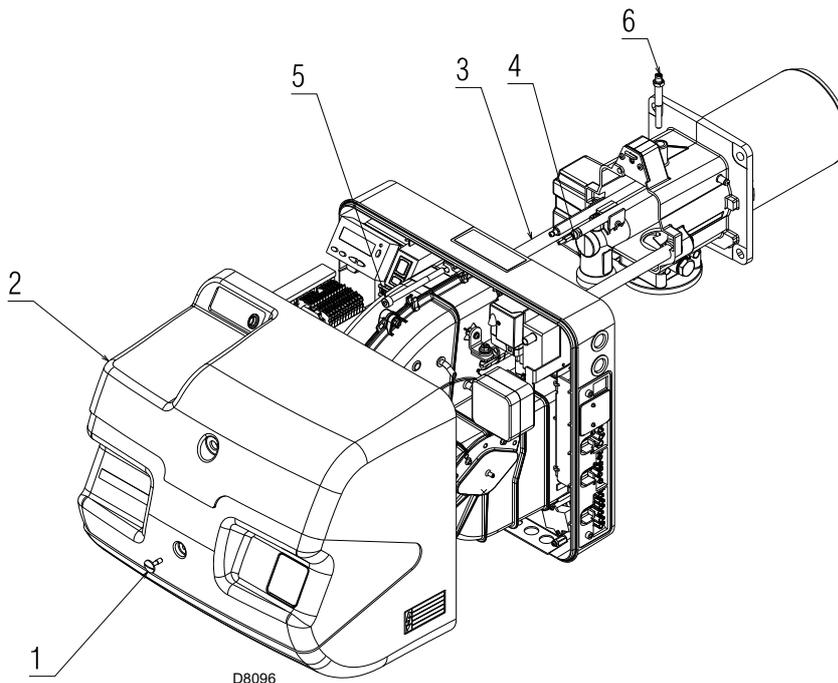

Abb. 40
- Die Schrauben 1)(Abb. 40) lockern und die Haube 2) abnehmen;
- die Schrauben 5)(Abb. 40) entfernen und den Brenner auf den Führungen 3) um etwa 100 mm zurückschieben.
- die Schraube 5)(Abb. 40) wieder einsetzen und die Sonden- und Elektrodenkabel vorsichtig nach außen ziehen, bis sie leicht gespannt sind.